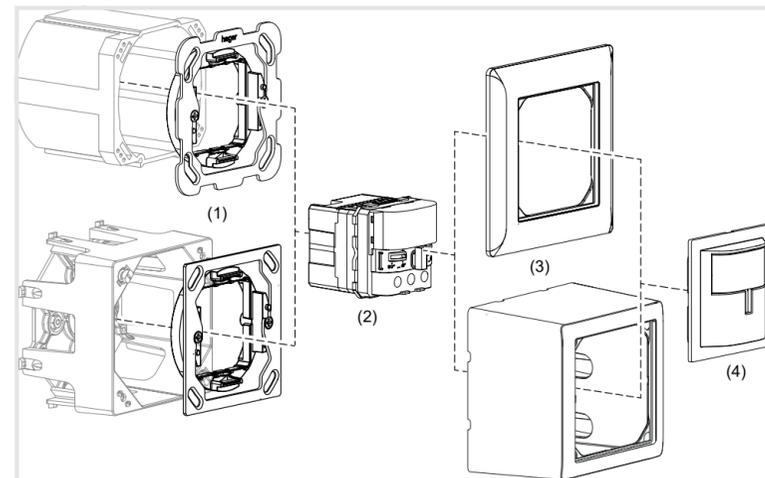

Bild 1: Geräteaufbau
**Geräteaufbau (Bild 1)**
- (1) Befestigungsplatte mit Befestigungsring
- (2) Bewegungsmelder-Modul
- (3) Abdeckplatte/AP-Gehäuse
- (4) front für Bewegungsmelder
- Montage entsprechend Geräteaufbau (Bild 1) durchführen.